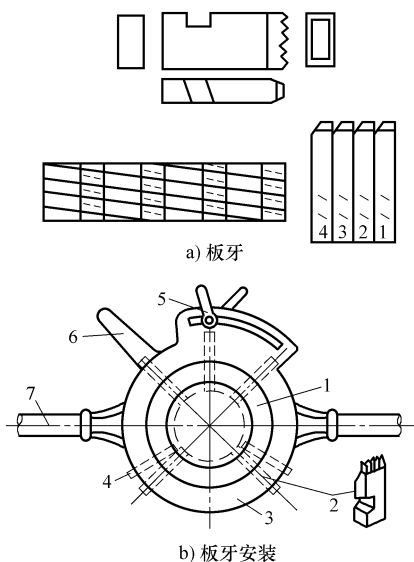

图 2-9 板牙及其安装方法示意图
(1) 安装板牙。套螺纹前,首先选择与管径相对应的板牙,按顺序号将4个板牙依次装入板牙室。板牙及其安装方法如图2-9所示。
(2) 固定管子。将管子端头的毛刺处理掉，管口要平直，然后将管子水平固定在台虎钳上，需套螺纹的管端伸出钳口外 150mm 左右，在管端加工螺纹部分涂上润滑油。
(3) 定标盘。先将板牙松紧把手旋至最小位置并固定。旋转活动标盘，使固定标盘上的“0”刻度线就近与所加工螺纹管径相同的刻度对齐（或把活动标盘对准固定标盘与管子直径稍大一些的刻度上），然后转动标盘固定把手固定活动标盘。
(4) 上板牙架。调节后卡爪顶件，将板牙架架在待套螺纹的管子上，使板牙的切削牙齿对准管端，并转动后卡爪顶件将管子固定牢靠（不要太紧，能使铰板转动为宜）。